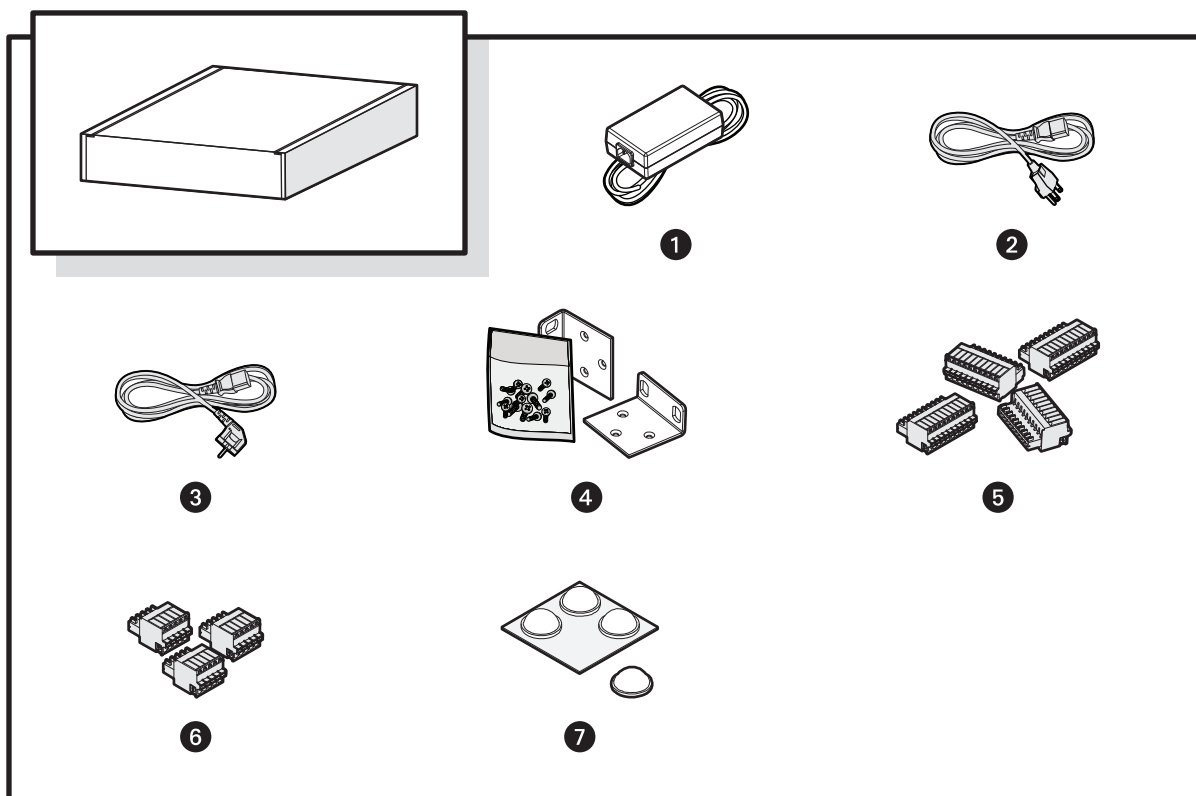

Рис. 10. Набор дополнительных принадлежностей
- ❶ Кодер ENC5516
- ❷ Набор дополнительных принадлежностей (см. рис. 10 на стр. 10)
- ❸ Комплект литературы ENC5516-LIT: содержит важные инструкции по технике безопасности и диск с информационными ресурсами